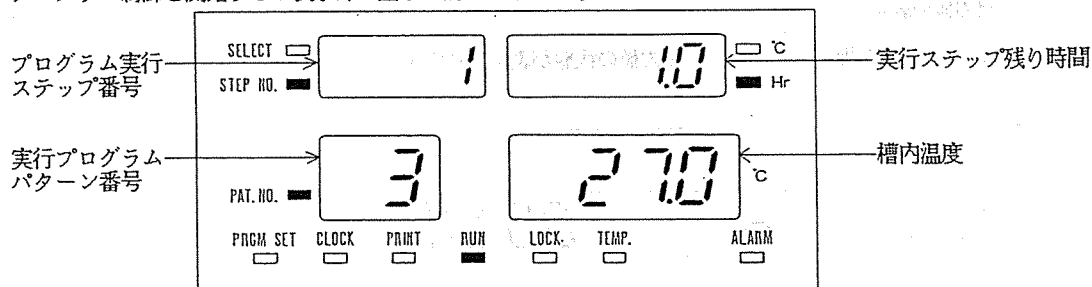

図3-18
(1) プログラム制御を開始すると表示部は図3-18のようになります。